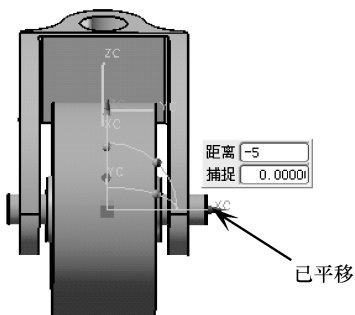

图 7-19 平移组件3
- 17 在【移动组件】对话框中选择【动态】类型，然后单击动态坐标系的YC轴手柄，并在弹出的尺寸文本框中输入【距离】值为-5，按下【Enter】键确认，第3组件即移动，如图7-19所示。